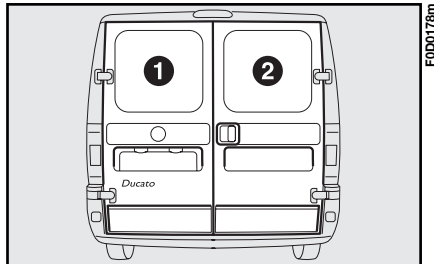

Abb. 125
### Manuelles Öffnen des ersten Flügels von aussen (2, Abb. 125)
### Manuelles Schliessen des ersten Flügels (2, Abb. 125) von aussen
### Manuelles Öffnen des ersten Flügels von innen (2, Abb. 125)
### Manuelles Öffnen des zweiten Flügels (1, Abb. 125)
### Manuelles Schliessen des ersten Flügels von innen (2, Abb. 125)
### Manuelles Schliessen des zweiten Flügels (1, Abb. 125)
**ZUR BEACHTUNG** Für eine korrekte Verwendung der 2 Hecktürfügel stellen Sie immer sicher, dass der Türflügel Nr. 1 (**Abb. 125**) eingearbeitet ist, bevor Sie den Türflügel Nr. 2 schließen.